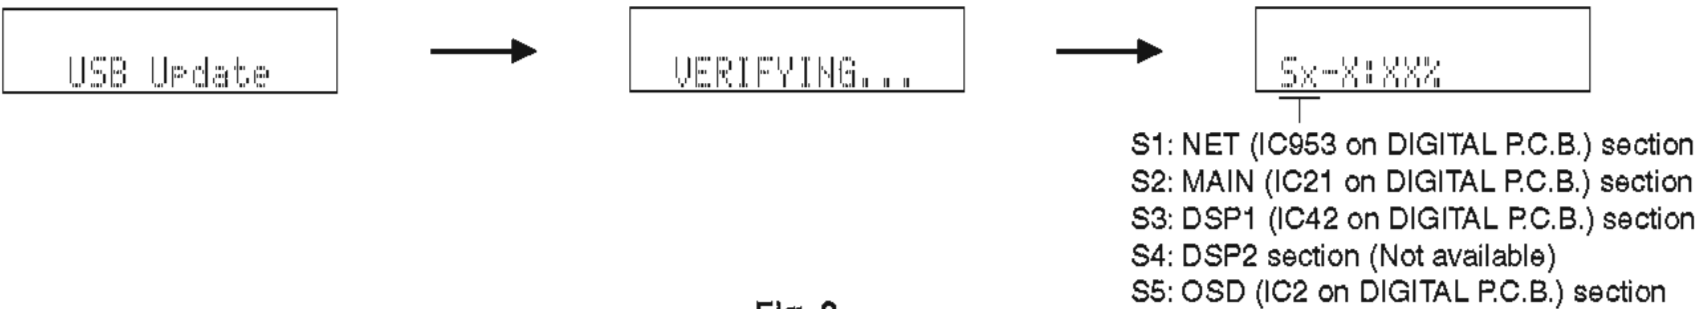

Fig. 2
- 4. The USB UPDATE mode is activated and "USB Update" is displayed. Writing of the firmware starts automatically. (Fig. 2)
- 4. USB UPDATE モードが起動し、"USB Update" が表示されて、ファームウェアの書き込みが自動的に開始されます。(Fig. 2)